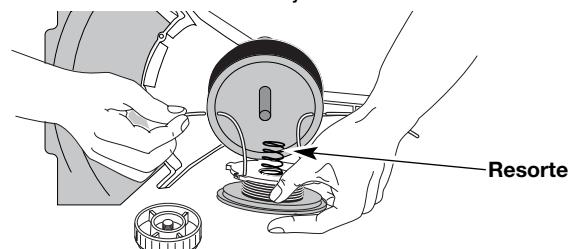

Fig. 38
- Inserte los extremos de la línea a través de los ojalillos de la bobina exterior y coloque el carrete interior con el resorte dentro de la bobina exterior (Fig. 38). Empuje el carrete interior y la bobina exterior entre sí. Mientras sostiene el carrete interior y la bobina exterior, tome los extremos y tire con firmeza para soltar la línea de las ranuras de fijación de la bobina.
- Inserte los extremos de la línea en los ojalillos de la bobina exterior (Fig. 38).